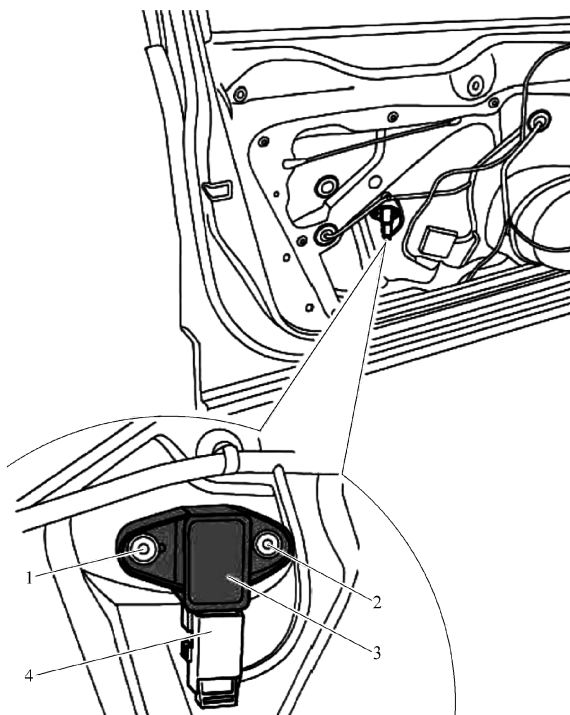

图 12-17 驾驶人侧侧面安全气囊碰撞传感器
① 断开车辆蓄电池连接。
② 拆卸驾驶人侧前车门饰板。
③ 拆下前车门机组支架。
④ 钻出盲铆钉 1 和 2。
⑤ 松开插头锁止装置并将插头 4 从驾驶人侧侧面安全气囊碰撞传感器 G179 3 上拉出，如图 12-17 所示。
① 将插头连接到驾驶人侧侧面安全气囊碰撞传感器上。
② 使用盲铆钉钳将驾驶人侧侧面安全气囊碰撞传感器用盲铆钉固定到机组支架上。